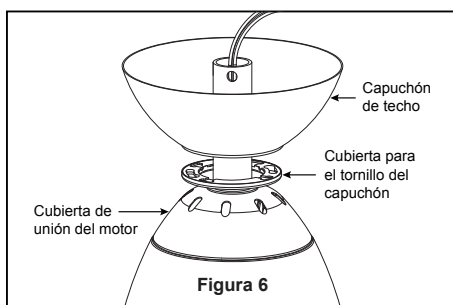

Figura 6
6. Pase los cables a través de la cubierta de unión del motor, la cubierta para el tornillo del capuchón y el capuchón de techo. (Figura 6)